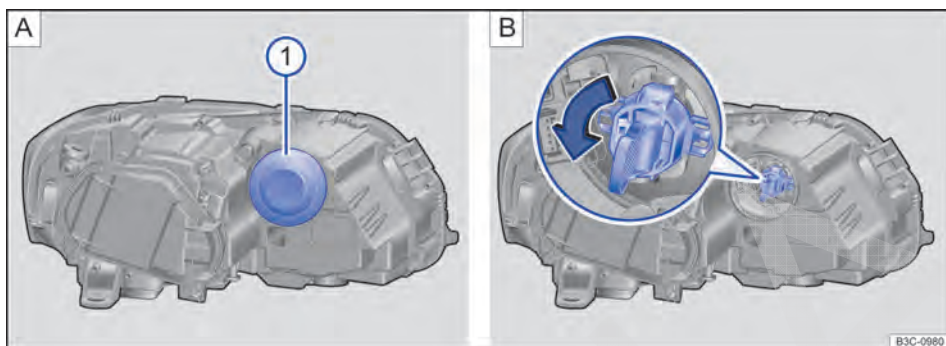

Fig. 271 No compartimento do motor: cobertura do indicador de direção do farol dianteiro esquerdo.
3. Remover a cobertura de borracha ⇒ Fig. 271 A na parte traseira do farol.
4. Girar e retirar o suporte da lâmpada no sentido da seta ⇒ Fig. 271 B.
9. Colocar o suporte da lâmpada e girar contra o sentido da seta ⇒ Fig. 271 B de volta para a posição original.
10. Colocar a cobertura de borracha ⇒ Fig. 271 A .